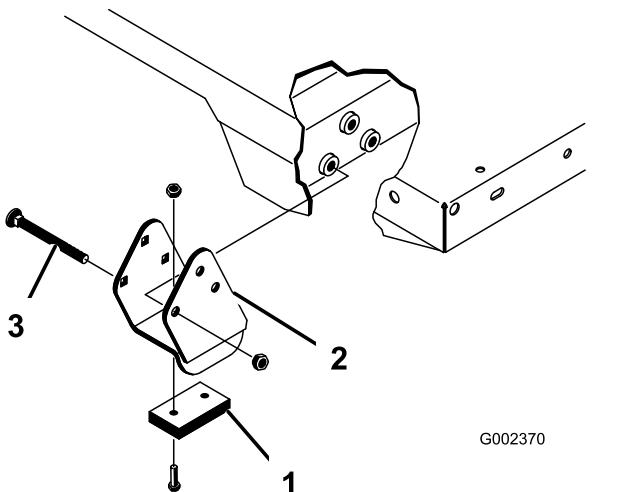

図 36
注スペーサーブラケットとウェアブロック図36はキャリッジボルトで固定しますが、このボルトは必ず頭を車両の内側に向けてください。
2. 荷台を慎重に車両フレームの上に載せる。後部にある荷台のピボットプレートの穴とリアフレームチャネル鋼材の穴を揃えて、クレビスピンドルとリングピン各2個を取り付ける図 36。
4. クレビスピンドルは荷台の外側から差し込み、リングピンが荷台の外側に向いているようにする(図 36)。